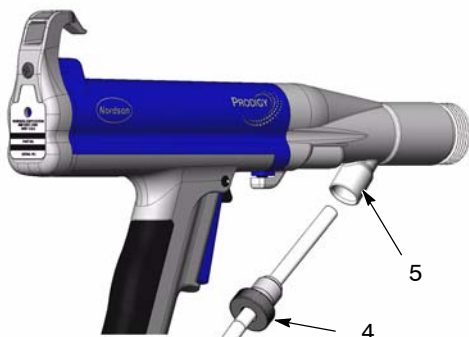

Bild 2 Demontering av pulverslangen
4. Se bild 2. Skruva av låsvredet (4) på pistoladaptern (5) och drag ut pulverslangen ur pistoladaptern.
6. Se bild 2. Skruva på låsvredet (4) på den flexibla pulverslangens ände.